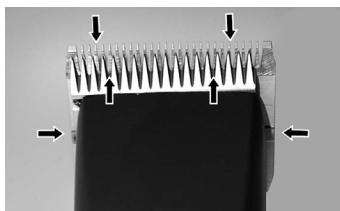

Fig. 22
För att uppnå ett bra klippresultat och för att öka klippens och klipphuvudets livslängd måste du lägga på en tunn oljefilm mellan över- och underskåret (fig. 22).
- ▶ Smörj skären tillräckligt mycket under klippningen (minst var femtonde minut), så att de inte torkar (fig. 22).
Skären måste smörjas före, under och efter varje användning. När klippens skär lämnar ränder eller går med lägre hastighet är det ett tecken på att det behövs olja. Lägg några droppar olja fram på och tvärs över klippskären (se pilarna i fig. 22). Torka bort överskottsolja med en mjuk, torr trasa. Smörjsprayer innehåller inte tillräckligt mycket olja för att smörjningen ska bli bra, men kyler skären. Byt omedelbart skadade eller slöa skär för att undvika skador.